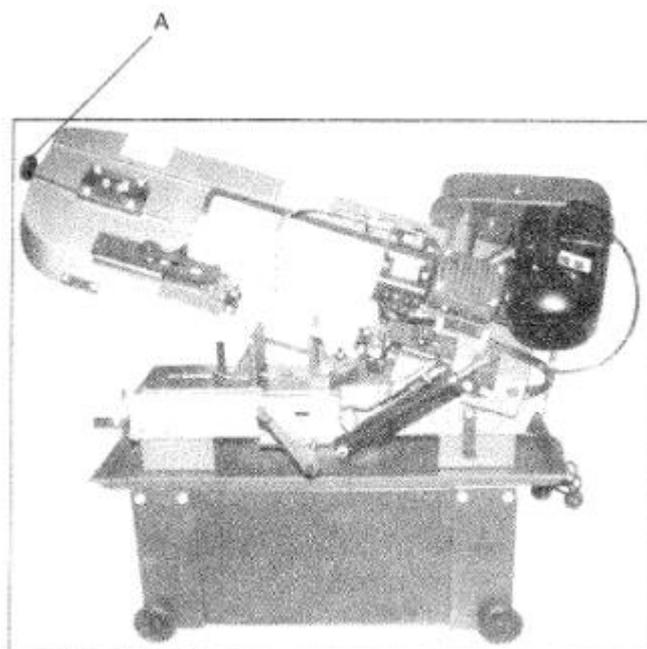

Рис. 10
3. Повернуть регулятор натяжения (А на рис. 10) от 1  $\frac{3}{4}$  до 2 оборотов по часовой стрелке.